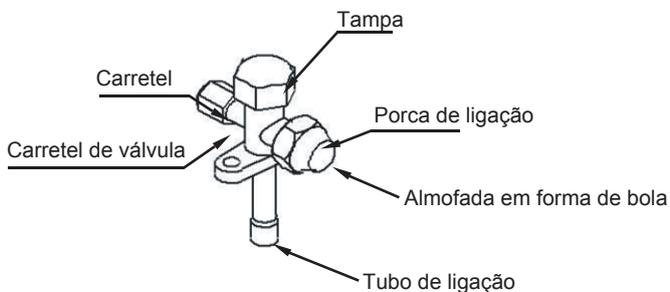

Fig.4-10
- De um modo geral, a forma da válvula de paragem e os nomes de cada peça são apresentados na Fig.4-10.